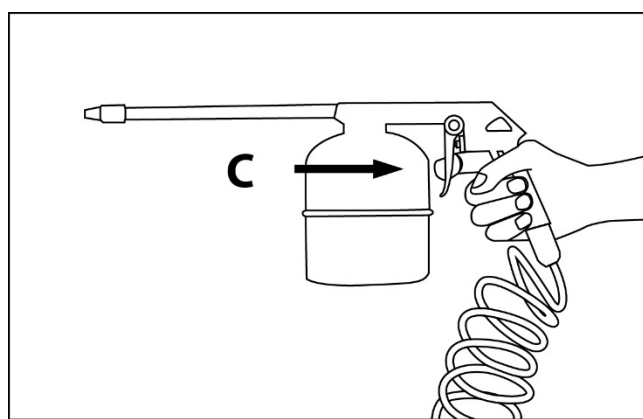

Рис.18
4. Распылитель готов к работе. Для работы нажмите рычаг **C** (рис. 18).